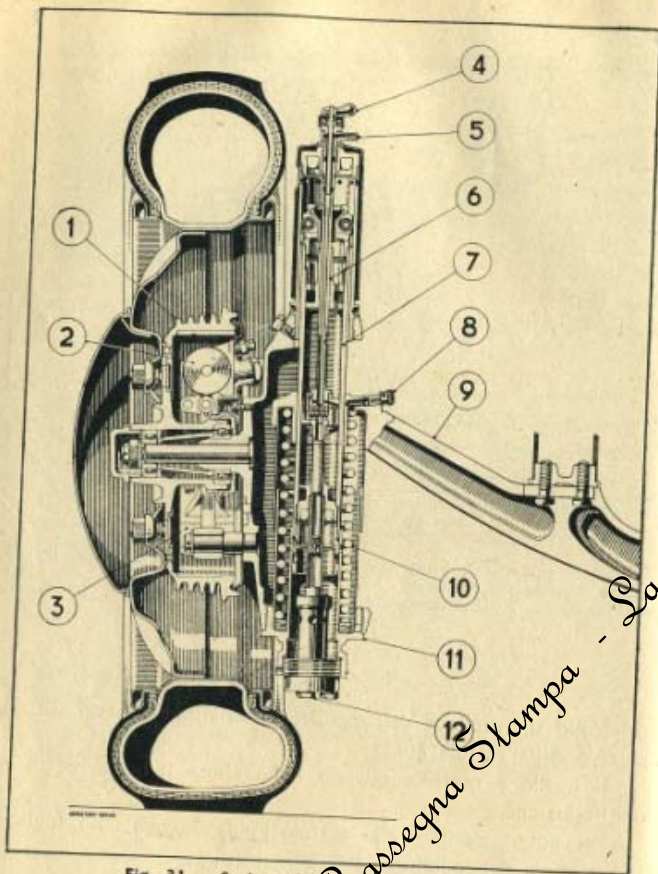

Fig. 31. - Sezione della sospensione anteriore.
La sospensione anteriore è del classico tipo brevettato « Lancia » a ruote indipendenti con molle ad elica cilindrica ed ammortizzatori a liquido (vedi fig. 31).
- b) Svitare il tappo inferiore (12) (fig. 31).
- c) Girare il coperchietto dell'ingrassatore (8) sino a che non sia scoperto il foro d'introduzione dell'olio;
Per la regolazione dell'ammortizzatore occorre avvitarla la levetta di regolazione (4) (Vedi fig. 31) fino a che l'estremità inferiore dell'asta interna chiuda il foro di passaggio dell'olio, quindi svitarla di circa due giri (in inverno 2÷3 giri, in estate 1÷2 giri).